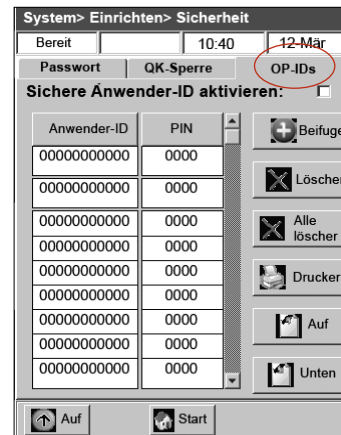

Abbildung H-22: Bildschirm System > Einrichten > Sicherheit
- Tippen Sie auf die Registerkarte **Op-IDs** (Abbildung H-22).